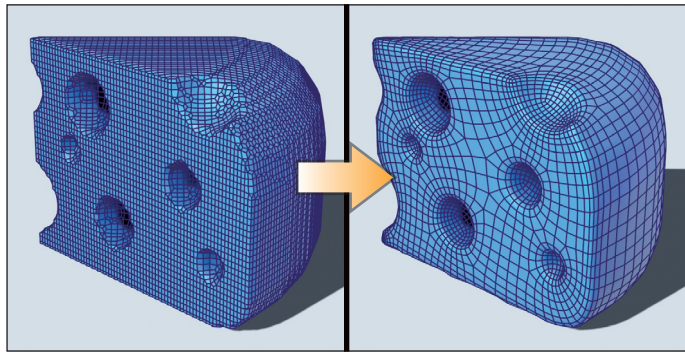

Figura C.54 Effetti del retopologize sul modello.
- **TARGET FACE COUNT:** configurarlo a **5000**, per migliorarne la qualità in termini sia di levigatura che di dettaglio poligonale (**Fig. c.54**).